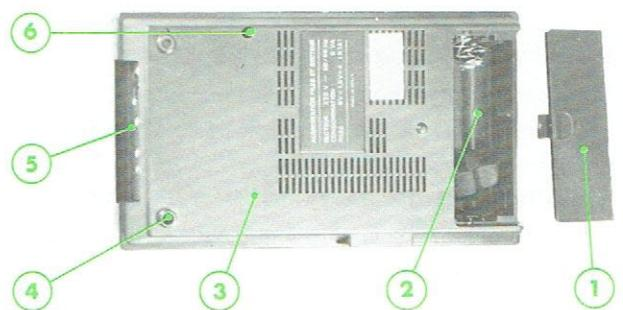

Fig. 1
A. DÉMONTAGE DU COFFRET INFÉRIEUR (Fig. 1)
- 1° - Enlever le couvercle (1) du bac à piles.
- 2° - Retirer les vis (2), (4) et (6).
- 3° - Retirer par traction le coffret inférieur (3) et dégager, dans le même temps l'enjoliveur de prises (5) de sa glissière.
- 6° - Dessouder les deux fils de liaison reliant le coffret inférieur (3) au reste de l'appareil.